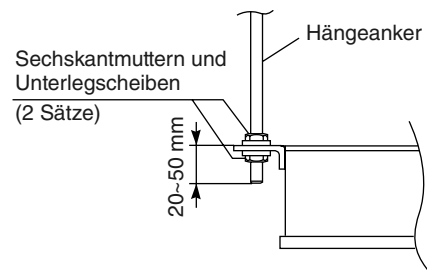

Abb. 3-171
- (3) Die Inneneinheit mit 2 Sechskantmutter (im Fachhandel erhältlich) und den Spezialscheiben (mit der Einheit geliefert) wie in Abb. 3-171 aufhängen und befestigen.